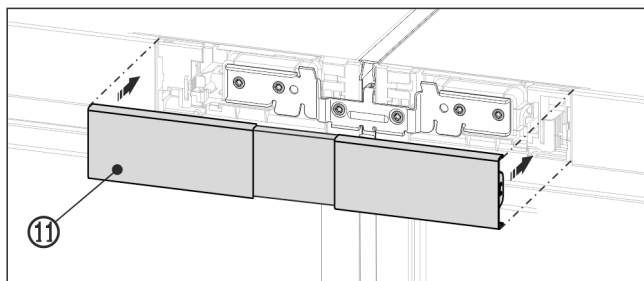

Fig. 24 Esimerkkikuva
- Lukitse ylempi suojuus Fig. 24 (11) käyttöpaneelin väliin avoimeen välitilaan. Varmista, että suojuksen ulkosivut ovat tasoissa käyttöpaneelin kanssa.